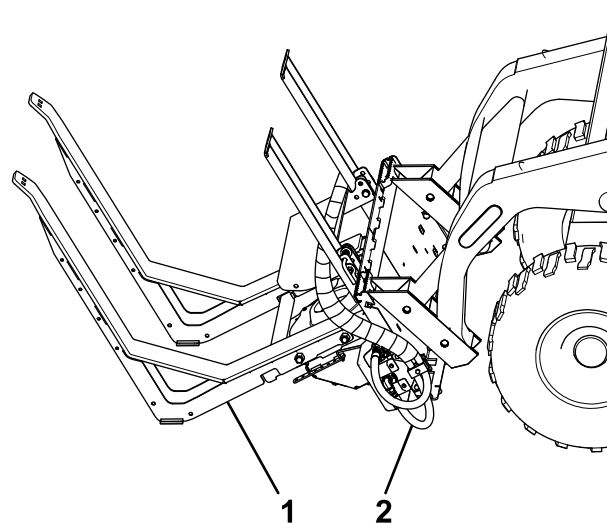

Figure 9
1. Conduisez la machine en marche avant dans l'arrière du cadre d'épandage (Figure 9).
4. Branchez les flexibles hydrauliques aux prises de branchement sur la machine (Figure 9).